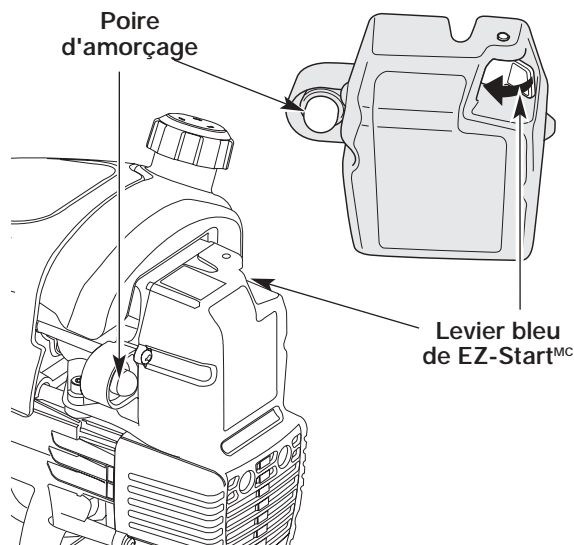

Fig. 7
**REMARQUE :** Il n'est pas nécessaire de faire démarrer la machine. La commande On/Off (Arrêt/Marche) est en position ON (I) en permanence.
2. Pressez et relâchez la poire d'amorçage à 10 reprises, lentement. Une certaine quantité de carburant devrait être visible dans la poire d'amorçage et les conduites de carburant (Fig. 7). Si vous n'apercevez pas de carburant dans la poire, pressez et relâchez la poire autant de fois que nécessaire jusqu'à ce que vous aperceviez du carburant dans cette dernière.
3. **Faites pivoter le levier bleu de EZ-StartMC vers la poire d'amorçage** jusqu'à ce qu'il clique et se verrouille en place (Fig. 7).